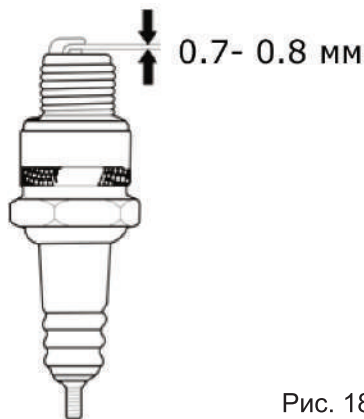

Рис. 18
5. Проверьте зазор между электродами свечи зажигания. Он должен составлять 0.7-0.8мм (Рис. 18). При необходимости отрегулируйте зазор.